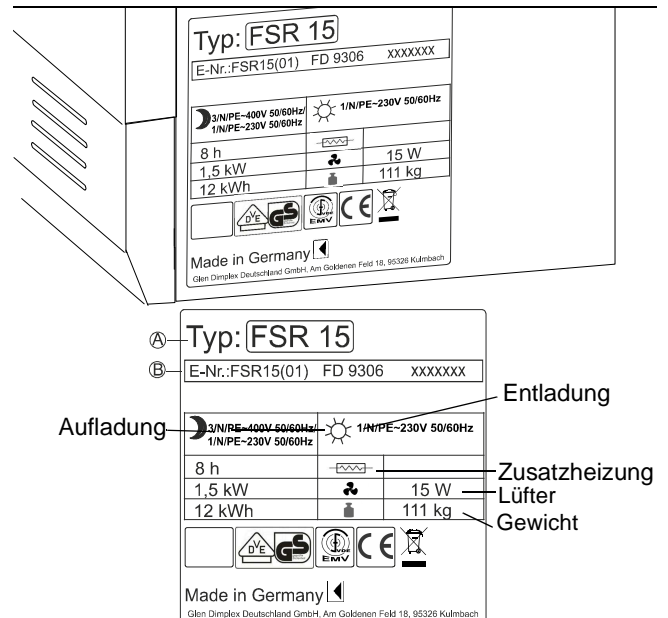

Abb. 32: Typenschild auf Seitenwand
Für die Auftragsbearbeitung werden der Gerätetyp (A), die Erzeugnis-Nummer (B) und das Fertigungsdatum (FD) des Gerätes benötigt. Diese Angaben finden Sie auf dem Typschild, auf der rechten Seitenwand. Siehe Abb.32